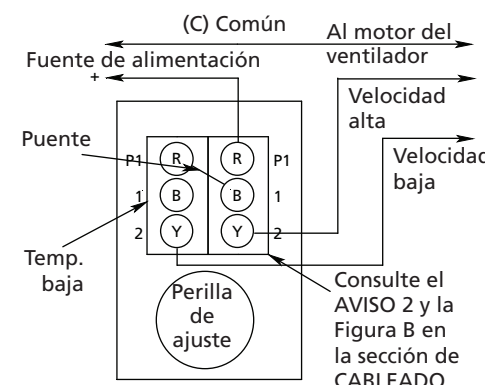
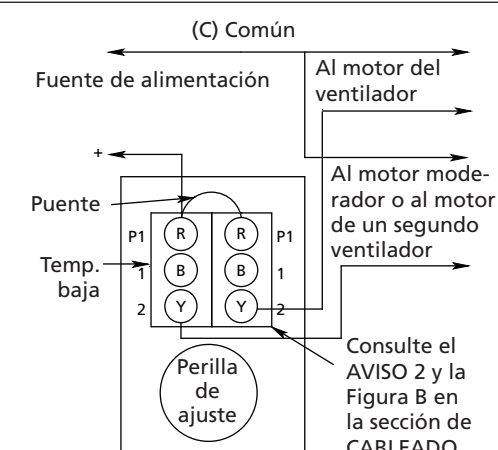

Figura 4 – Termostatos SPDT/SPDT de Dos Etapas en Control de un Ventilador de Ventilación de Dos Velocidades
Figura 5 – Termostatos SPDT/SPDT de Dos Etapas en Control de un Ventilador de Ventilación de Velocidad Única y de un Motor Moderador de Aumento de Volumen
3. Termostatos con interrupción SPDT/SPDT de 2 etapas: Si la conexión es similar a la Figura 4, el ventilador deberá activarse a aproximadamente la temperatura ambiente y deberá cambiar a alta velocidad, al girarse la perilla hacia la izquierda a un ajuste de temperatura más baja. Si el cableado es similar a la Figura 5, el moderador deberá abrirse al girarse la perilla hacia la izquierda (a un ajuste de temperatura más baja). Los dispositivos deberán funcionar en la secuencia inversa cuando se gira la perilla hacia la derecha.
La Figura 4 muestra el cableado para controlar un ventilador de dos velocidades. Cuando el elemento de control alcanza los ajustes de la perilla, el interruptor de baja temperatura arranca el ventilador a velocidad baja. Si la temperatura ambiente continúa aumentando, el interruptor de temperatura alta le suministra alimentación eléctrica al devanado de alta velocidad del motor.
La Figura 5 muestra un SPDT/SPDT conectado en forma típica para una aplicación de ventilador de dos velocidades. El motor moderador será energizado cuando la temperatura alcance el ajuste de la perilla. Si la temperatura continúa aumentando, el motor del ventilador será energizado por el interruptor de temperatura alta.